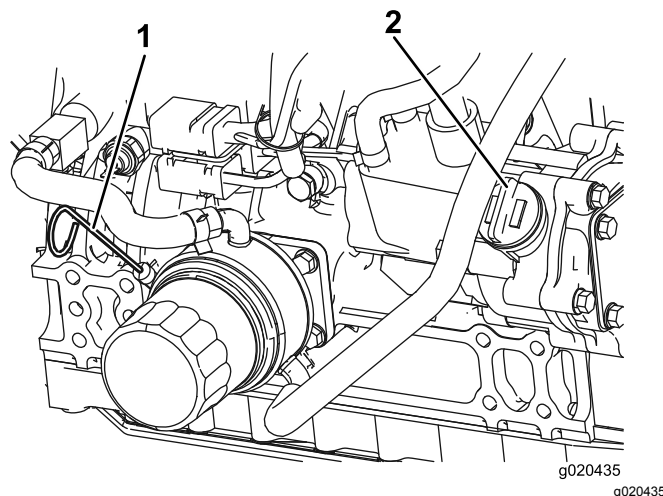

Figure 12
Le niveau d'huile doit se situer dans la plage de sécurité (Figure 12).
4. Si le niveau d'huile ne se situe pas dans la plage de sécurité, enlevez le bouchon de remplissage (Figure 12) et faites l'appoint jusqu'à ce que le niveau correct soit atteint. **Ne remplissez pas excessivement.**